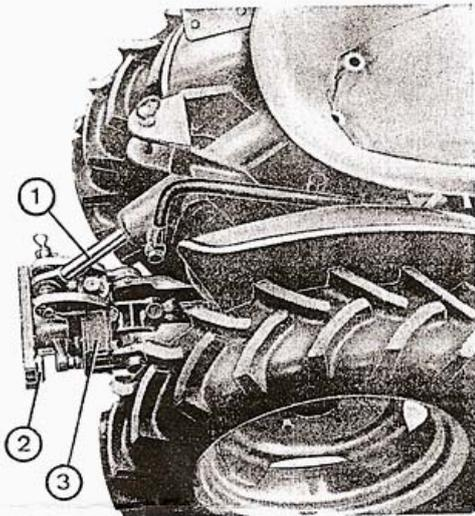

Fig. 2
A. - DEMONTAGE DE LA FRAISE (fig. 2)